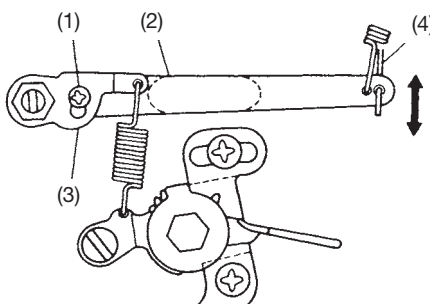

Fig. 12B
- 1) Solte o parafuso A (1) com o motor desligado.
Puxe a alavanca exterior (2) do regulador para cima e prima a patilha da mola (3) do regulador para baixo. Ao mesmo tempo, volte a apertar o parafuso A (Fig. 12B)